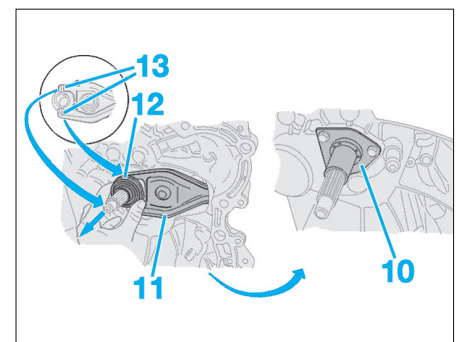

Fig. 6
- Pulvériser légèrement de la graisse de type "molycote g-rapid plus" (en aérosol) sur les cannelures de l'arbre primaire est sur le tube de guide de butée d'embrayage (10).
- Reposer l'ensemble fourchette (11) et butée d'embrayage (12) (Fig.6).
- Manoeuvrer la butée d'embrayage (12) afin de fixer les ergots (13) derrière les becs de fourchette d'embrayage (11).